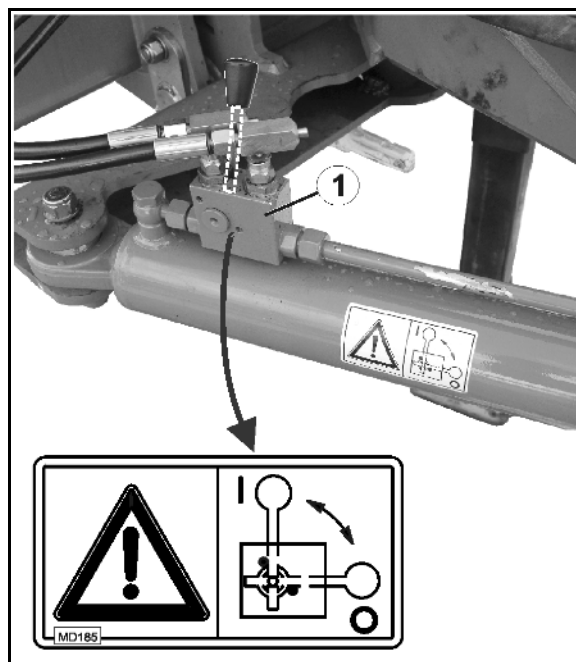

Рис. 63
4. Заблокируйте направляющее дышло, закрыв запорный кран (Рис. 63/1) в положении **0**.